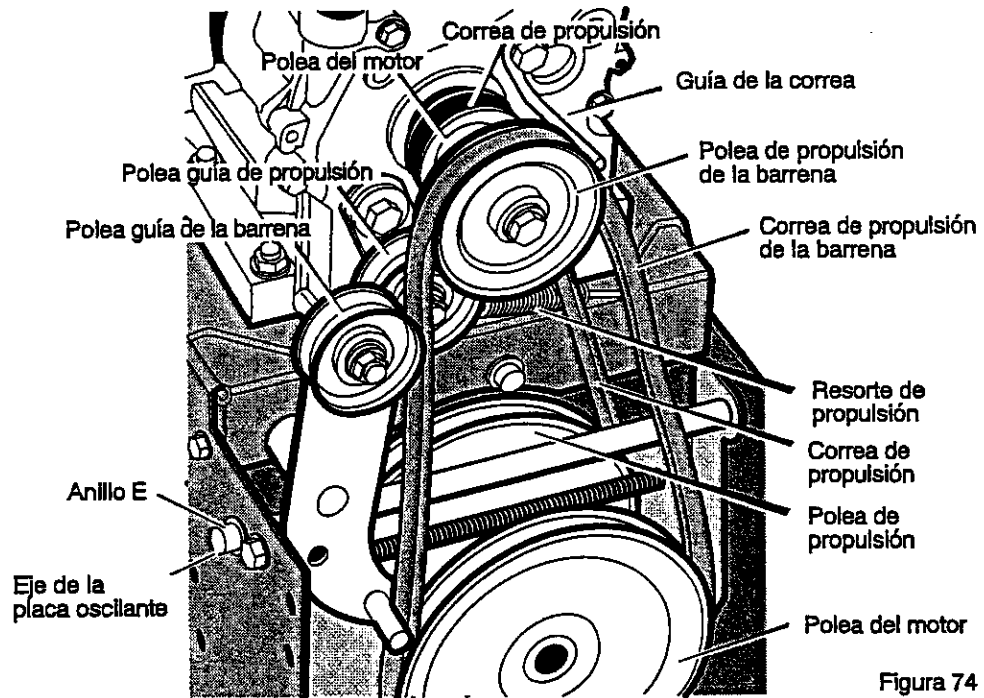

Figura 74
3. Afloje la tuerca de la polea guía de la barrena y mueva esta última hacia la correa un octavo de pulgada aproximadamente (3 mm) (Figura 74).
5. Afloje la guía de la correa. Separe la guía de la polea de propulsión de la barrena (Figura 74).
la correa del propulsor de la barrena por una correa de repuesto original de fábrica disponible en un centro de servicio autorizado (Figura 74).
3. Quite el anillo E de uno de los extremos del eje de la placa oscilante. Quite este eje para que la placa oscilante gire hacia adelante (Figura 74).